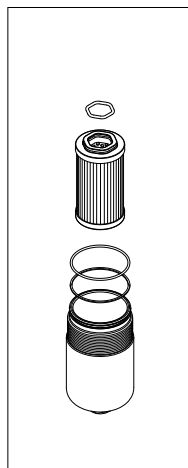

fig. 11
- (Fig. 11) Alloggiare 1°: l'anello antiestrusione e 2°: l'O-Ring nella gola del contenitore, inserire lo Hex Ring nel cerchietto dell'elemento filtrante